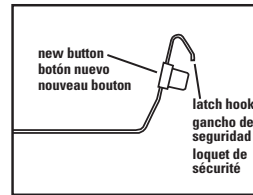

Fig. 6
7. Place new button on the spring just below the latch hook. **(Fig. 6)**
7. Instale el botón nuevo en el muelle justo debajo del gancho de seguridad. **(Fig. 6)**
7. Placer le nouveau bouton sur le ressort tout juste sous le loquet de sécurité. **(Fig. 6)**